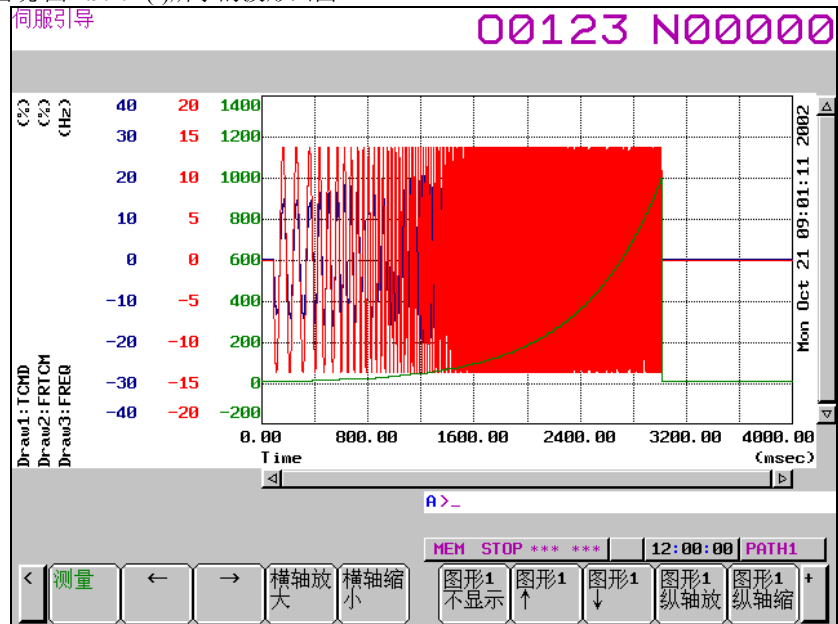

图1.9.1.1 (f)
- 29 测量结束后，出现 图 1.9.1.1 (f)所示的波形画面。